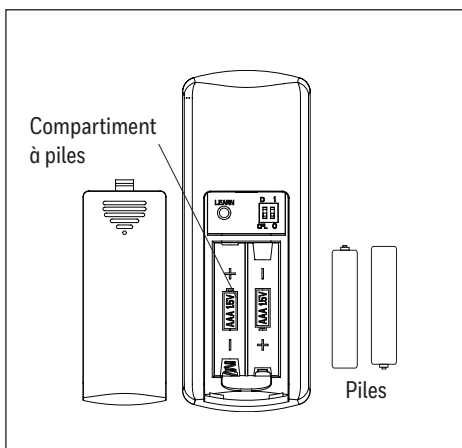

Figure 5.1
1. À l'aide d'un tournevis à tête plate, retirez le couvercle du compartiment à piles situé à l'arrière de la télécommande de l'ensemble de contrôle à distance, au besoin. Insérez la pile dans la télécommande; veillez à ce que la polarité de la pile corresponde à celle indiquée dans le compartiment à piles : positif (+) sur positif (+) et négatif (-) sur négatif (-). Remplacez le couvercle arrière, puis appuyez sur le bouton d'alimentation de la télécommande pour vous assurer que le voyant à DEL s'allume et que la télécommande met le ventilateur en marche (Figure 5.1).